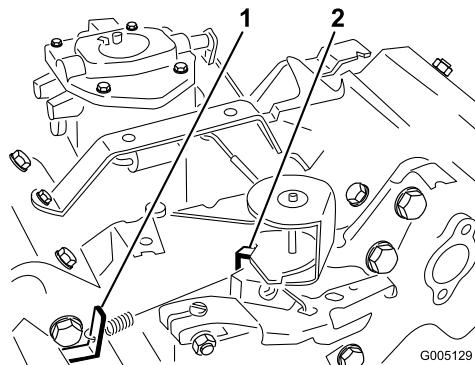

Figure 51
3. Courbez la languette d'ancrage du ressort de ralenti régulé (Figure 51) pour obtenir un régime de ralenti de 1650 ± 100 tr/min. Vérifiez le régime avec un compte-tours.
5. Réglez la manette d'accélérateur en position Haut régime. Pliez la languette d'ancrage du ressort de haut régime (Figure 51) pour obtenir un haut régime de 2850 ± 50 tr/min.